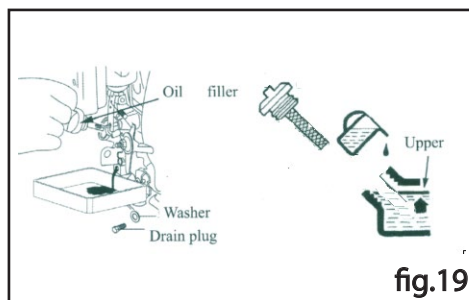

fig.19
- Deșurubați ștuțul de umplere cu ulei (șurub). (Fig.19)